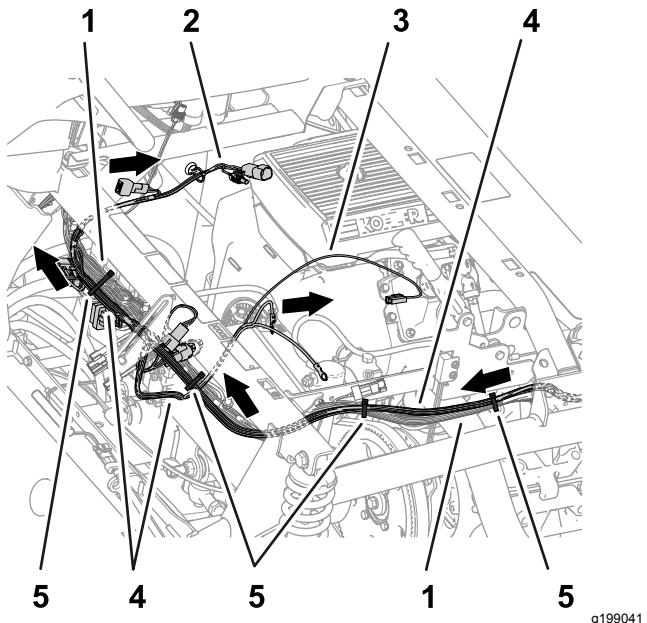

Рисунок 82
5. Проложите ответвления жгута проводов длиной 84 см, 60 см и 66 см из комплекта поперек опорной трубы амортизатора, как показано на Рисунок 82.
6. Прикрепите жгут проводов из комплекта к жгуту проводов машины, как показано на Рисунок 80, Рисунок 81 и Рисунок 82.